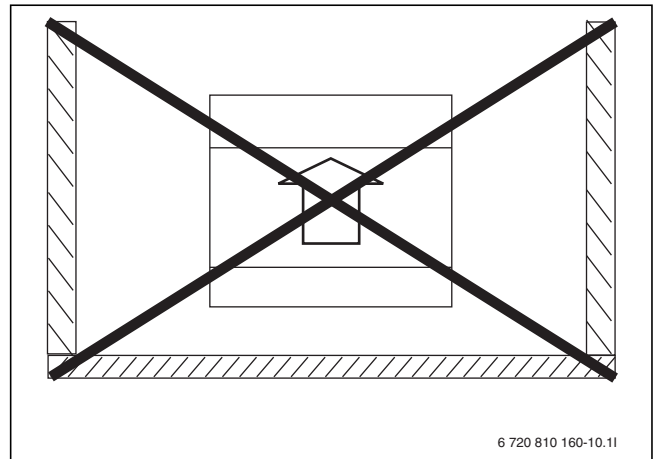

Fig. 10 Evitare l'installazione circondata da pareti
- Evitare di installare la pompa di calore in angoli dove è circondata da parete su 3 lati (→ fig. 10).
L'installazione in angoli o circondata da pareti può portare ad un livello di rumorosità eccessivo e ad una notevole contaminazione dell'evaporatore (→ fig. 10).